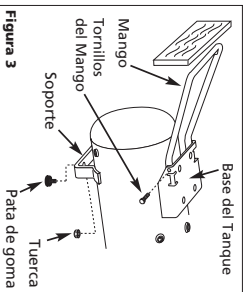

Figura 3
- Conecte el mango a ambos lados de la base del tanque. Empújelo de modo que calce bien dentro de los orificios de la base (vea la Figura 3).